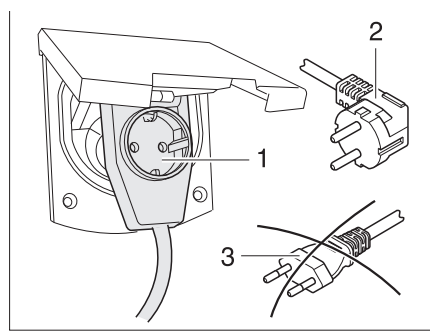

Fig. 94 Collegamento ad un connettore ad angolo provvisto di presa
- ▶ Se si impiega un connettore ad angolo CEE 17 provvisto di una presa integrata sulla parte posteriore (Fig. 94,1), utilizzare esclusivamente una spina IP 44 gommata e sigillata con contatto di terra (Fig. 94,2). Non utilizzare spine senza contatto di terra (Fig. 94,3). Pericolo di scarica elettrica!